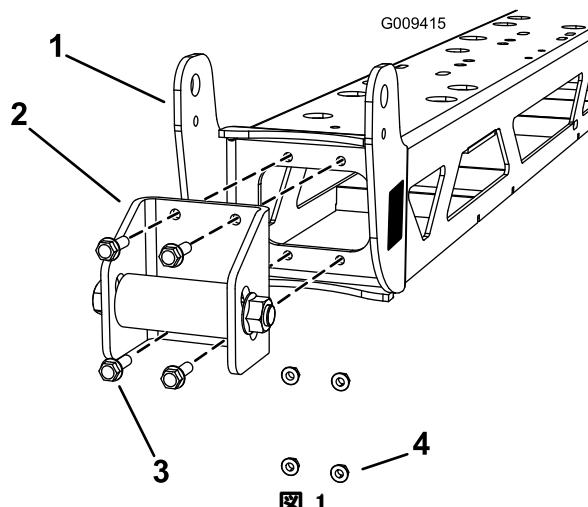

図 1
2. ストップを（図 1）のように固定している4本のボルト &Bolt5_16x1、およびナット &Nut5_16 を外す。センター・ブームの両側についているハードストップ・アセンブリを外す。外した部品は将来に備えて保管しておく。